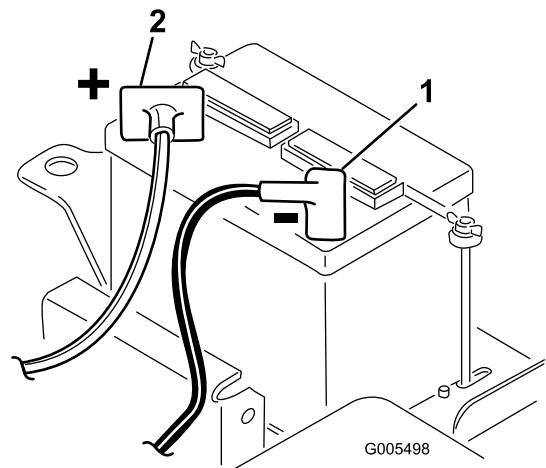

Figure 5
2. Branchez le câble de batterie positif (rouge) entre le solénoïde de démarreur et la borne positive (+) de la batterie (Figure 5). Serrez-le avec une clé et enduisez la borne de vaseline. Vérifiez que le siège ne touche pas le câble quand il est reculé au maximum, car cela pourrait user ou endommager le câble.